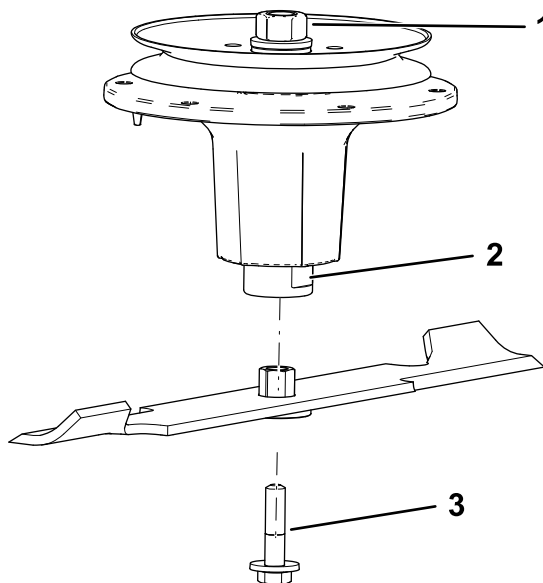

Figura 85
2. Montați ansamblul bucă/lamă pe arborele axului (Figura 85).